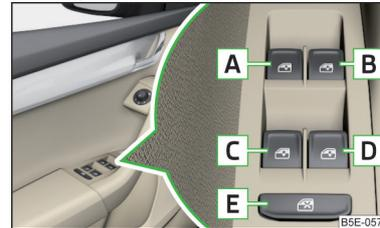

Abb. 42
Tasten der Fensterheber » Abb. 42
- Nach dem Öffnen der Fahrer- oder Beifahrertür ist die Bedienung der Fenster nur über die Taste **A** » **Abb. 42** möglich, indem diese für 2 s gehalten bzw. gezogen wird.
- › **oder:** Die Zündung ausschalten, die Fahrertür öffnen und die Taste **A** bis zum Anschlag in der Öffnungsstellung halten » **Abb. 42 auf Seite 61.**
- › **oder:** Die Zündung ausschalten, die Fahrertür öffnen und die Taste **A** bis zum Anschlag in der Schließstellung halten » **Abb. 42 auf Seite 61.**